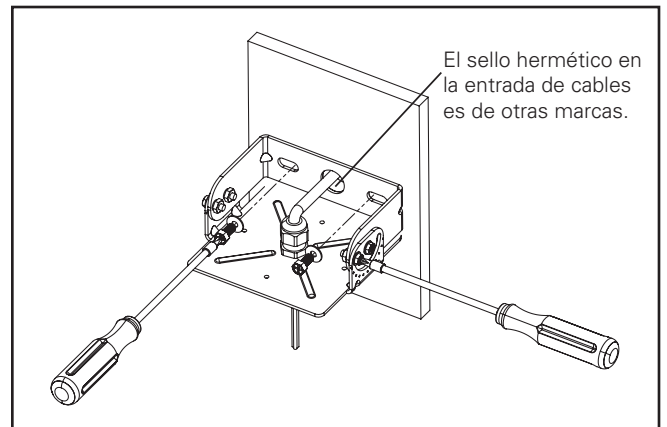

Figura 1.
1. Realice las conexiones eléctricas del cordón giratorio a los conectores de alimentación (conectores para cables de otras marcas). Monte el dintel del reflector giratorio sobre la superficie deseada. Recomendamos utilizar pernos de arrastre de 1/4"-20 y arandelas (de otras marcas, ajuste/gire hasta 50-60 in-lb). (Figura 1.)
2. Afloje los tornillos y las tuercas pivotantes giratorios para ajustar la posición del soporte de dintel del reflector. Reajuste. La unidad debe ser rígida para el montaje de la caja trasera y de la luminaria. (Figura 1.)